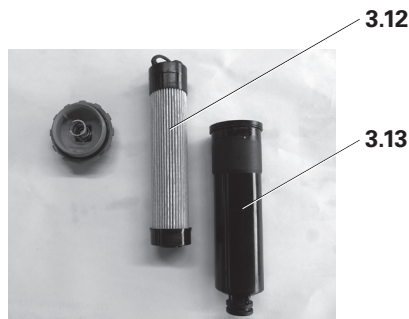

Fig. E1.05
2. Pulire l'elemento filtrante (3.12); se necessario, smaltirlo correttamente e sostituirlo con un nuovo filtro. (Fig. E1.05)